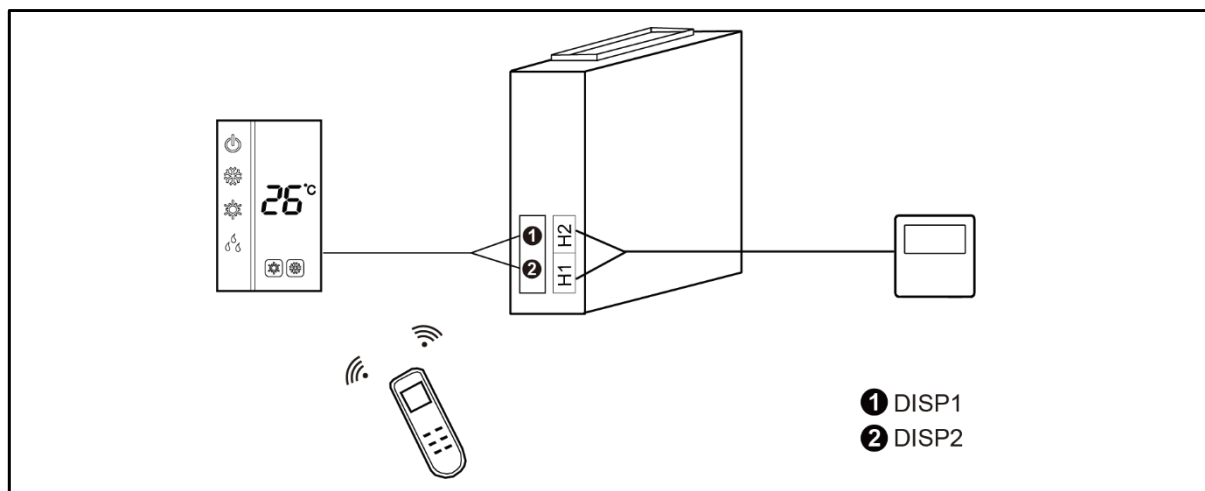

Fig. 5.4.3
- 3) El controlador con cable y el panel receptor se pueden instalar al mismo tiempo. Cuando se utiliza con un mando a distancia, tanto el controlador con cable como el panel receptor pueden recibir las señales, tal y como se muestra en la Fig. 5.4.3.